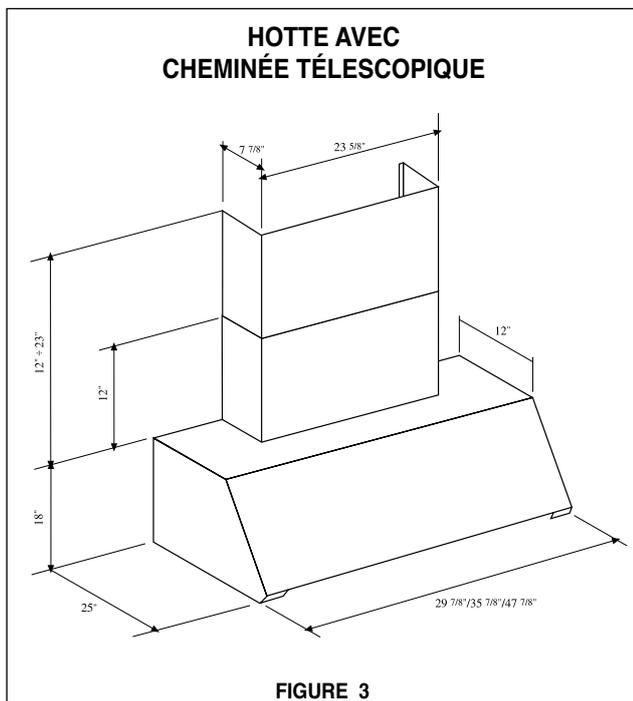
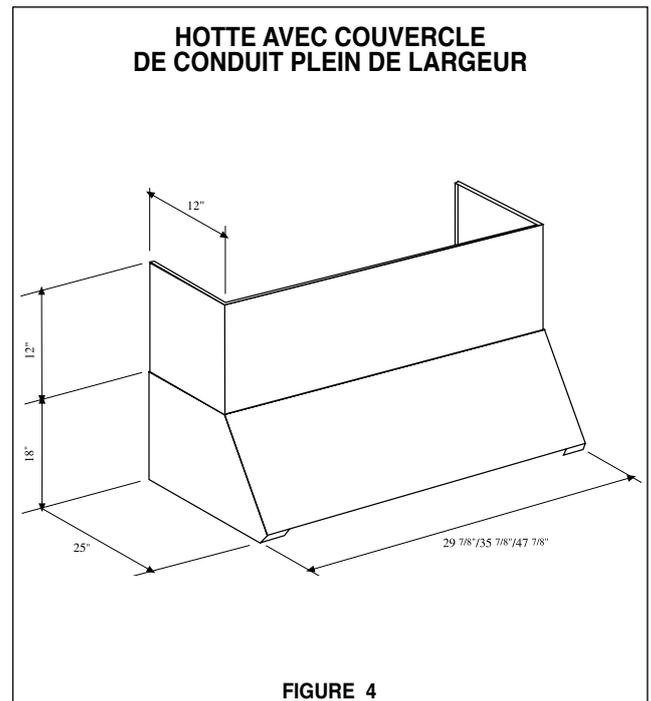

FIGURE 3
FIGURE 4
• Cheminée Télescopique (FIGURE 3)
• Couvercle de Conduit Plein de Largeur (FIGURE 4)
La **Cheminée Télescopique** est réglable et est conçue en fonction des différentes hauteurs de plafond. La **FIGURE 3** illustre les dimensions de la hotte avec la **Cheminée Télescopique** optionnelle. La **FIGURE 4** illustre les dimensions de la hotte avec le **Couvercle de Conduit Plein de Largeur** optionnelle. Le corps de la hotte a les mêmes dimensions quelle que soit l'option cheminée utilisée.